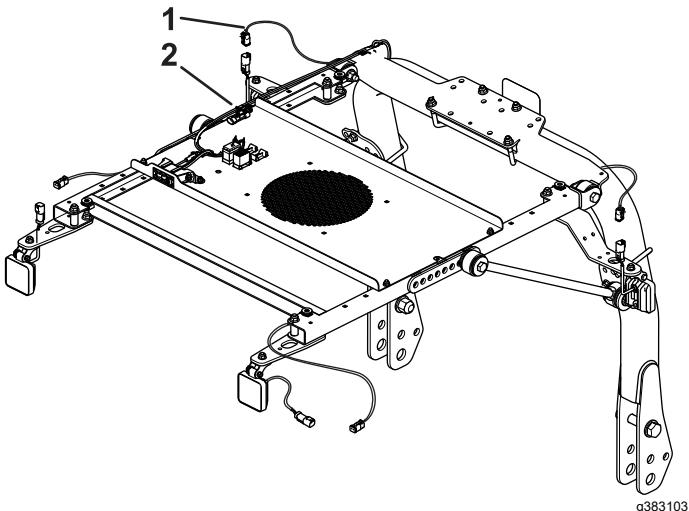

Figura 6
3. Enchufe el conector del arnés del kit de luces en el conector del arnés del panel de interruptores (Figura 6).
4. Enrute el arnés como se muestra en la Figura 6, y sujetelo con las bridas.